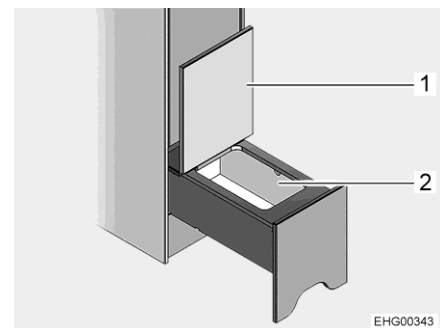

Fig. 96 Compartimento de almacenamiento
- Plegar la tapa (Fig. 96,1) hacia arriba. Se tiene acceso al compartimento de almacenamiento (Fig. 96,2).